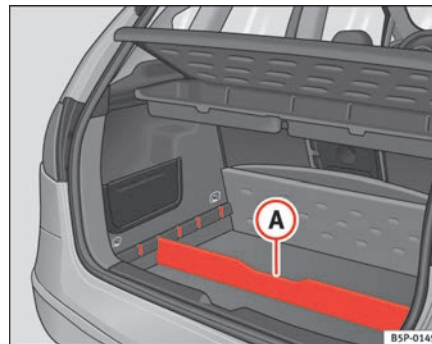

Abb. 106 Trennelement des Gepäckraumbodens
- Das Trennelement (A) ⇒ Abb. 106 je nach Größe der zu transportierenden Gegenstände in die seitlichen Schlitzes einsetzen. Unter dem Fach befinden sich die Bordwerkzeuge und das Ersatzrad.